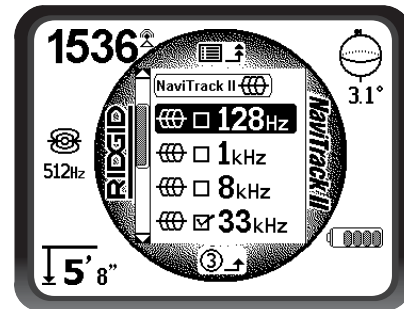

Figura 16 – Realce de la frecuencia deseada (128 Hz)
2. Con las flechas ascendente y descendente realce la frecuencia que desea. En la Figura 16 siguiente, el operario ha realizado la frecuencia de 128 Hz.